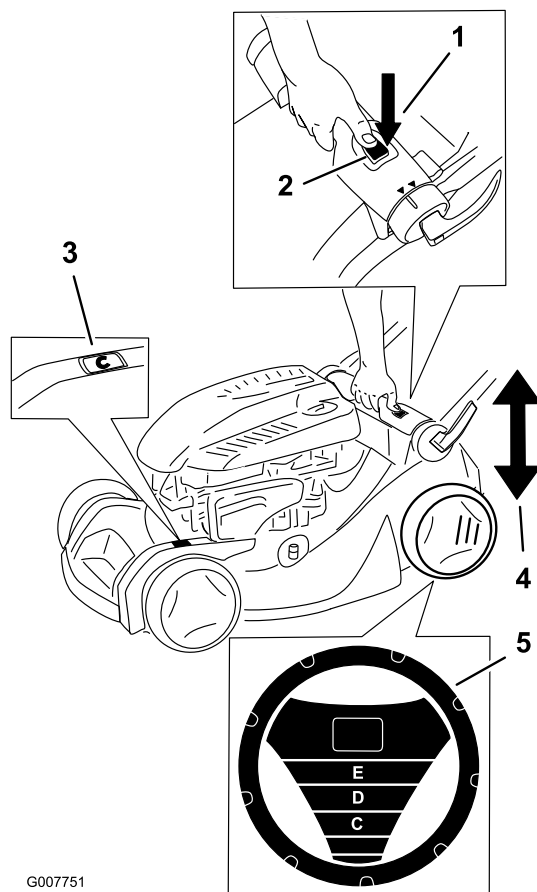

Figura 11
Nota: La Smart Wheel® calcula el ajuste adecuado para asegurar que usted no corte más de un tercio de la hoja de hierba (Figura 11).
2. Desplace el cortacésped a la hierba; deje de empujar el cortacésped cuando el dibujo Smart Wheel esté en posición vertical (Figura 11).
4. Apriete el botón de ajuste de la altura de corte y sujete la barra de ajuste de la altura de corte para desplazar la altura de corte hacia arriba o hacia abajo (Figura 11).
5. Levante o baje la barra, y utilice la escala de alturas de corte para fijar la altura de corte deseada (Figura 11).